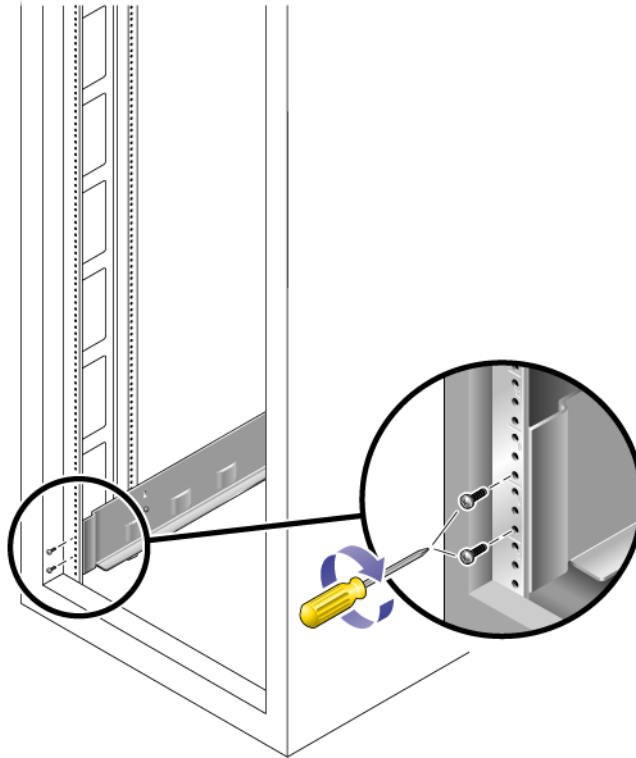

FIGURE 2-23 Fixation du rail à l'avant de l'armoire
5. À l'aide du tournevis cruciforme n° 2, introduisez et serrez deux vis 8-32 pour fixer le rail à l'avant de l'armoire (voir FIGURE 2-23).